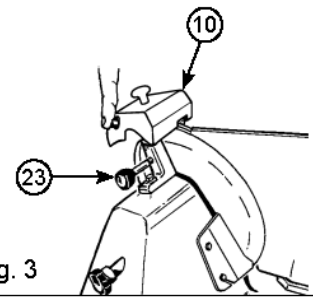

Fig. 3
Sekunden, um den während des Schleifenvorgangs entstandenen Grat zu entfernen. Drehen Sie den Drehknopf (6) zurück in die "0" Position. - Nach dem Schleifen, ziehen Sie die Schärfer-Gruppe (10) zurück in die Ausgangsposition, siehe Abbildung 3. und reinigen Sie den Rand der Klinge und die Räder mit Alkohol. - Nach mehreren Schleif-Operationen, entfernen Sie jede Rückstände von der Schleifscheibe mit Alkohol und einer Bürste.